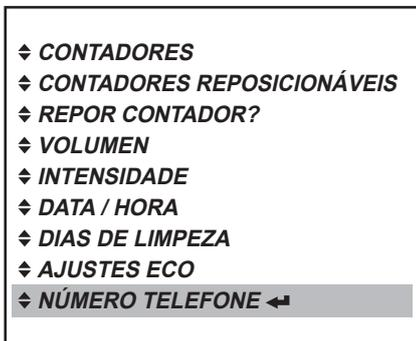

Fig. 40
- Prima a tecla Enter ◀ para acessar o menu «NÚMERO TELEFONE». (Fig. 40)